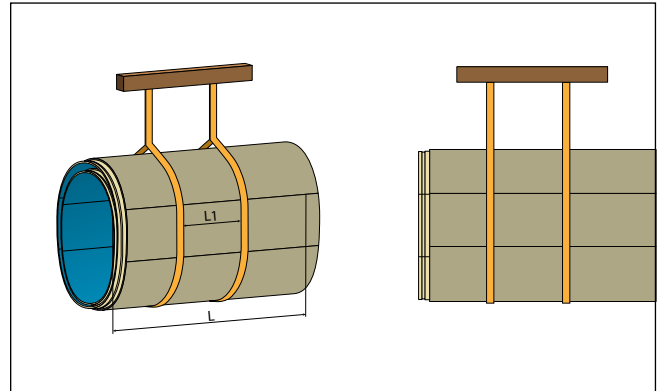

Fig. 14: Levage de coques télescopées ($L1 = 0.6 \times L$)
- Soulevez toujours le lot de coques télescopées en utilisant au moins deux sangles flexibles. L'espacement des sangles et leur capacité de charge dépendent du lot de coques (Fig. 14).